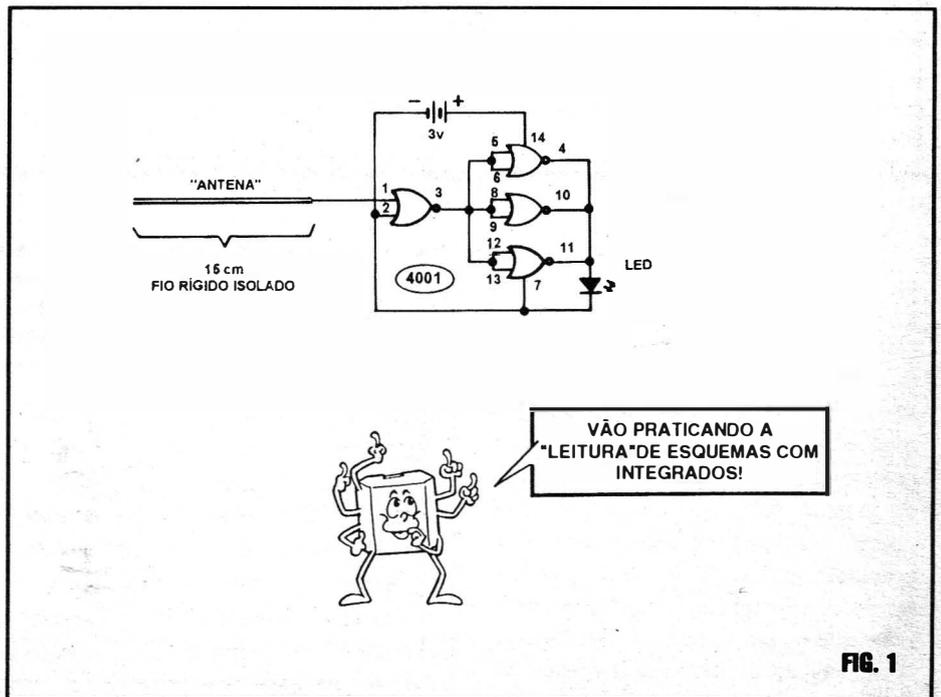

FIG. 1
- FIG. 1 - "ESQUEMA" DO CIRCUITO - Nada poderia ser mais simples (e isso graças à intensa miniaturização e compactação proporcionada pelos Integrados...) do que a estrutura circuital do ELETROSCÓPIO C.MOS...! Um C.MOS 4001, um LED e... nada mais (obviamente alimentados por pilha - 2 - num suporte...)! O funcionamento também (em seus aspectos gerais...) é muito simples: conforme já "avisamos" (e sobre o que daremos mais importantes detalhes nas próximas "Aulas" do ABC...), devido à elevadíssima impedância das Entradas de blocos lógicos (por enquanto estamos falando apenas dos blocos elementares, os *gates* ou "portas"...), mesmo níveis de energia absolutamente irrisórios, são capazes de polarizá-las... Em outras palavras: como a "resistência à terra" das ditas Entradas situa-se na casa dos milhares de Megohms, na prática não ocorre o "escoamento" da energia (na forma de determinada Tensão...) a elas aplicada, e com isso os transistores de efeito de campo (de óxido metálico de silício...) que existem "lá dentro" do Integrado, "reconhecem" confortavelmente a polarização! É justamente por isso que não se recomenda tocar com os dedos as "perninhas" de um Integrado C.MOS que esteja "fora" do circuito (quando ele têm seus terminais conetados à malha resistiva de qualquer circuito, existem outros percursos - externos ao Integrado - para o "escoamento" de cargas elétricas estáticas ou dinâmicas...). Um tipo muito especial (embora corriqueiro...) de "polarização" para qualquer Entrada C.MOS, constitui-se nas cargas de Eletricidade Estática, desenvolvidas por "atrito" em objetos altamente isolantes, como pedaços de vidros ou plástico, ou mesmo sobre a pele de uma pessoa, estando ela bem isolada do chão, por sapatos com sola de borracha (num dia bem seco, uma pessoa com calçado solado em borracha, desenvolve sobre sua pele uma carga de mi-
vimos...), está, na verdade, polarizada a "meia Tensão" da alimentação geral do bloco, situando-se na "região" digitalmente "indeterminada" (uma vez que apenas é capaz de reconhecer com precisão, estados "altos", correspondentes ao valor de +Vcc, ou estados "baixos", referenciados pela linha do negativo, ou de "zero" volt, da alimentação...). Nessa condição (que apenas se recomenda tentar utilizar com alimentação geral nos limites mais baixos - 3V - da gama "aceita" pelos C.MOS...), a referida Entrada torna-se ainda mais sensível do que já é... Agora, observando o mini-circuitado ELETROSCÓPIO (fig. 1), e levando-se em conta a TABELA VERDADE dos *gates* NOR de 2 Entradas (ver "Lição" Teórica da presente "Aula"...), temos que, estando uma das duas Entradas (pino 2) "baixa" (ligada ao negativo da alimentação...), o estado da Saída (pino 3) será sempre inverso à polarização digital vista pela Entrada "livre" (pino 1). Essa polarização, em condição hipersensível - como já vimos - é obtida através de uma pequena "antena", formada por um "toquinho" de fio rígido isolado (não mais do que uns 10 ou 15 cm.), sobre o qual os eventuais campos eletro-magnéticos dinâmicos, ou as cargas elétricas estáticas fazem desenvol-